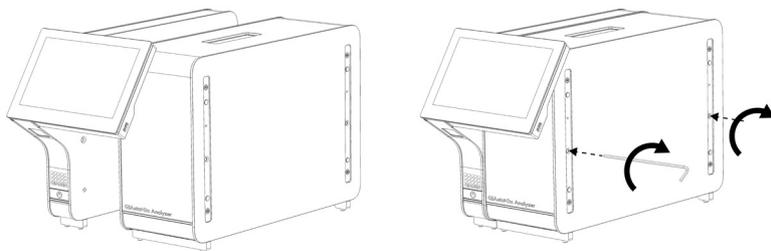

図 6. 操作モジュールを分析モジュールに取り付ける。
3. 操作モジュールを箱から取り出し、分析モジュールの左側に取り付けます。QIAstat-Dx Analyzer 1.0 に同梱の分析-操作モジュールアセンブリーツールを使用してネジを締めます (図 6)。